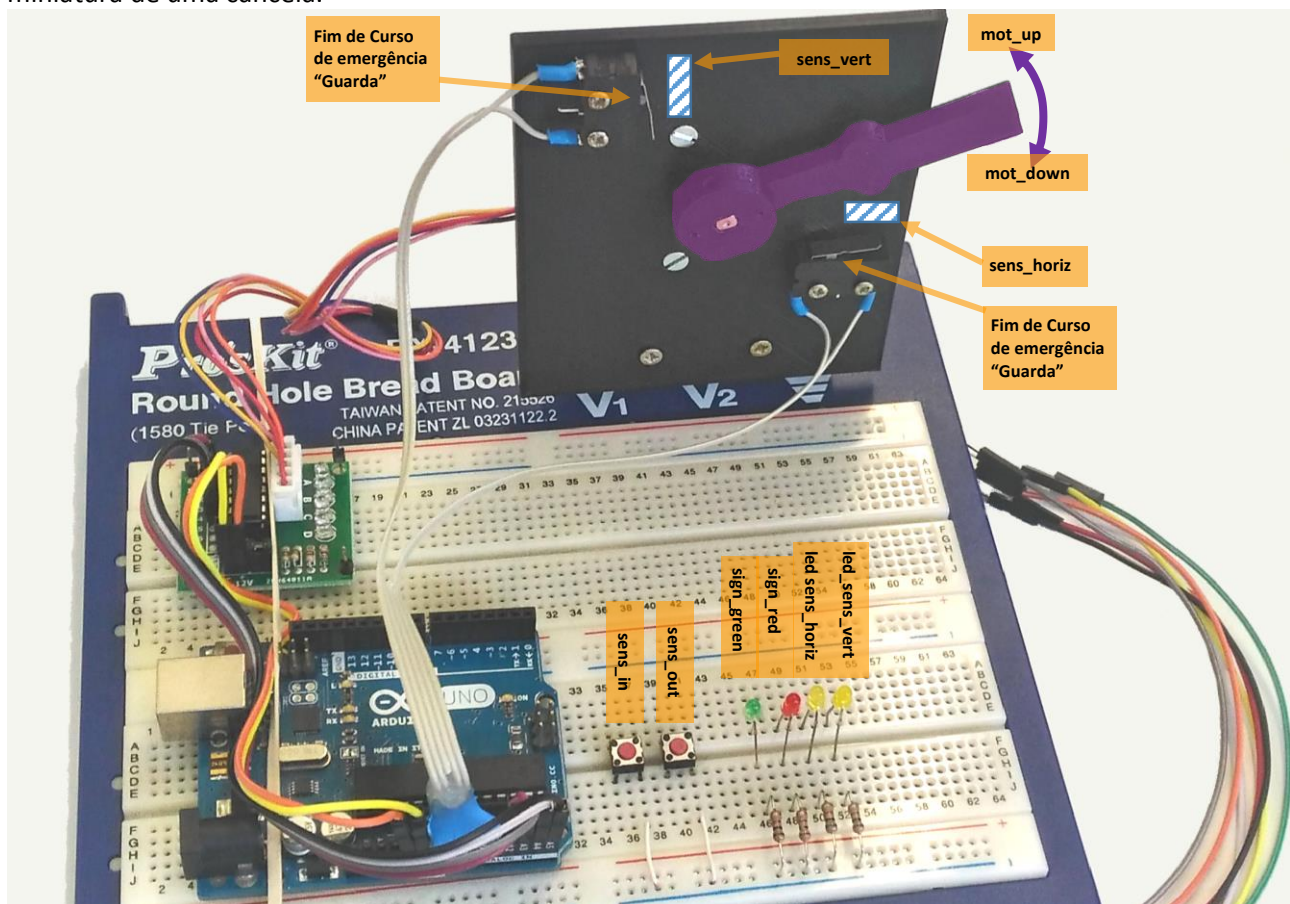

Figura 1 – Placa de montagem com Arduino
2. Implemente as ligações elétricas em falta de acordo com as indicações fornecidas na aula; as ligações em falta são relativas às entradas e saídas (`sens_*`, `sign_*`, `mot_*`, `led_*`); para facilidade, utilize fios com cores adequadas; refira-se à figura 1 para as funcionalidades pretendidas